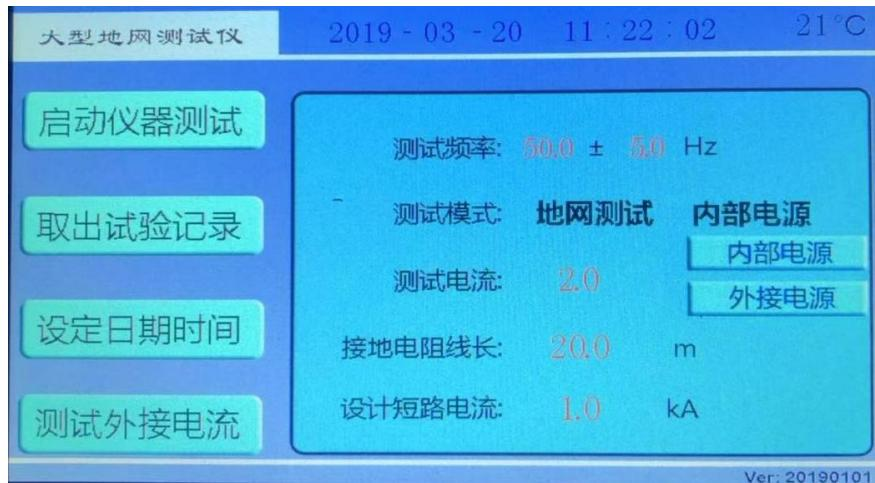

图 7 内外电源选择
3) 内部电源: 此处为下拉菜单, 可以选择 内部电源, 外接电源。 (图 7)